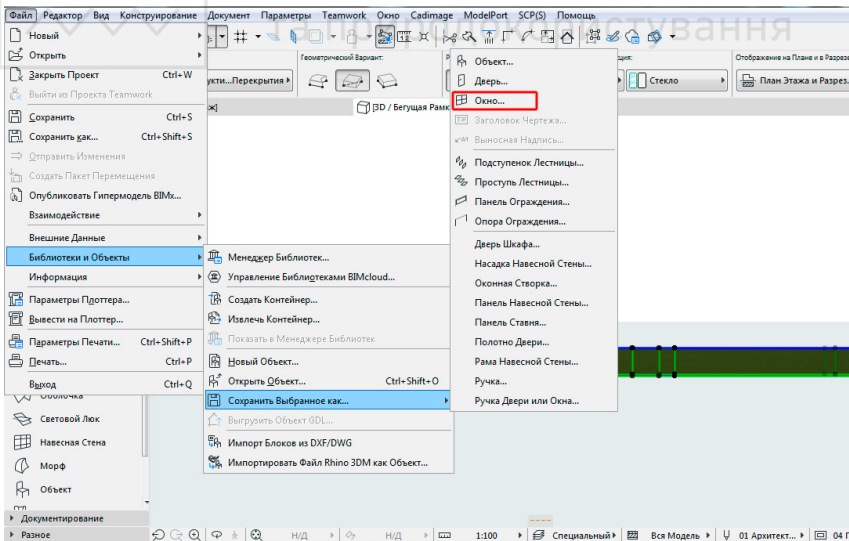

Рис. 22
7. Тепер перейдемо в аксонометричний вигляд і збережемо наше вікно: “Файл - Библиотеки и объекты - Сохранить Выбранное как... - Окно” (рис. 22).